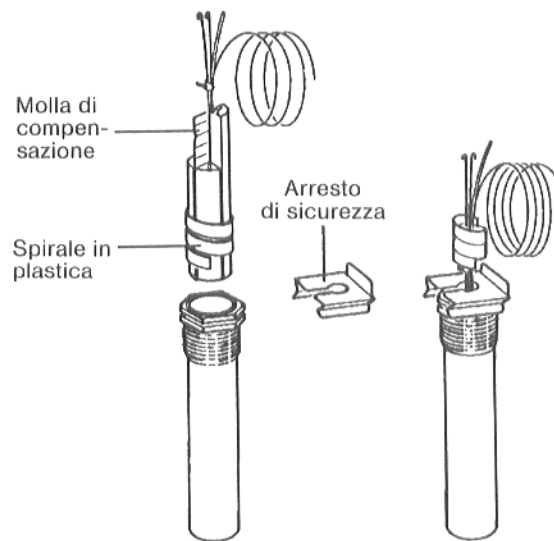

Fig. 17 - Guaina e sonde di temperatura
La spirale in plastica, che tiene unite le sonde, viene automaticamente respinta all'inserimento delle stesse (Fig. 17).
La molla di compensazione deve essere coinserita nella guaina (pozzetto) (Fig. 17).
12. Premere l'arresto di sicurezza (impaccata con quadro comando) da sopra o lateralmente sulla testa della guaina (Fig. 17).